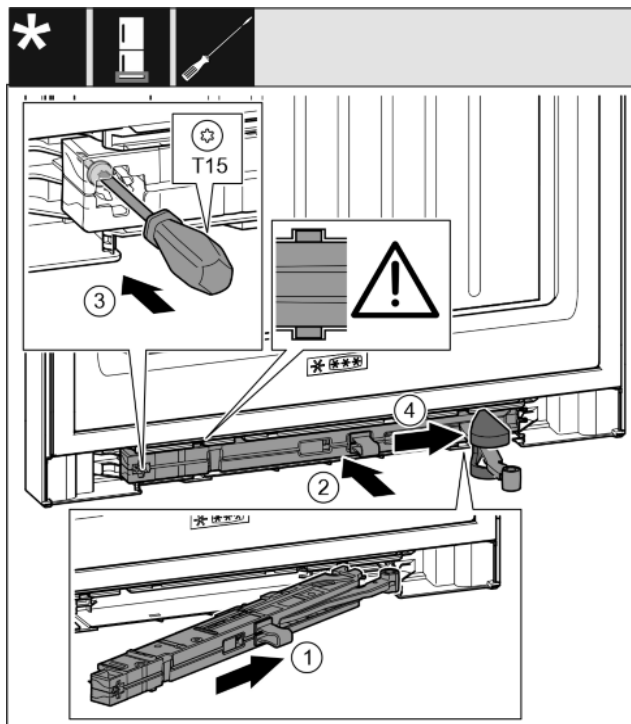

Fig. 36
- ▶ Sluitdemperenheid aan de zijde van de lagerbus tot de aanslag schuin in de uitsparing schuiven. Fig. 36 (1)
- ▶ Sluitdemperenheid volledig in de uitsparing schuiven. Fig. 36 (2)
- ▶ Schroef met een schroevendraaier T15 vastschroeven. Fig. 36 (3)
- ▶ Afdekking over het scharnier schuiven. Fig. 36 (4)